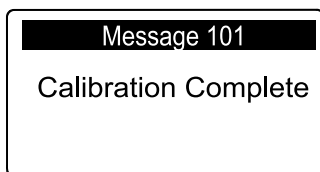

Figura 70
**Nota:** Aparece el mensaje CALIBRATION COMPLETE (Calibración finalizada) (Figura 70) y el cabezal se eleva totalmente.